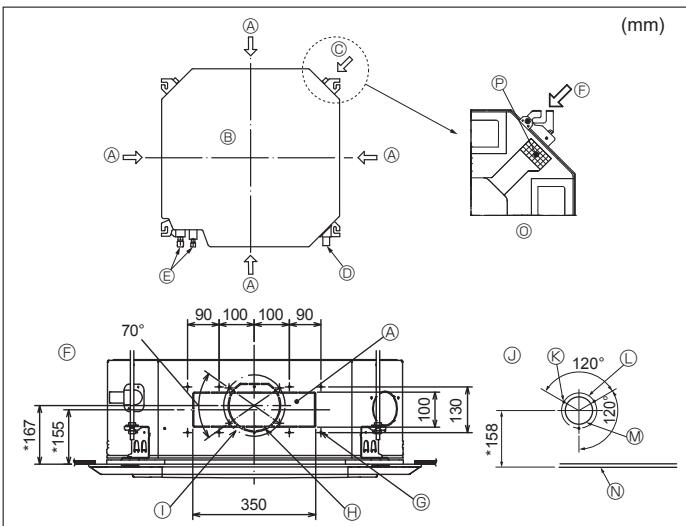

Fig. 3-4
3.4. Şube kanalı deliği ve temiz hava giriş deliği (Fig. 3-4)
Montaj esnasında, Fig. 3-4'te gösterilen konumlardaki (kesilerek çıkarılmış) hava deliklerini gereklü zaman ve gereklü şekilde kullanın.